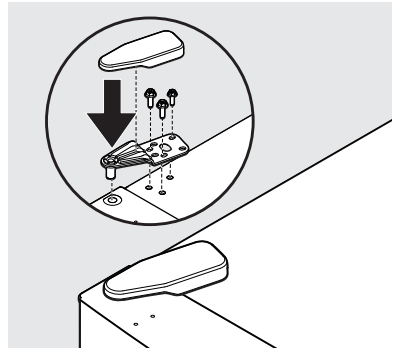

Figure 9
- À l'aide d'un tournevis Phillips™ ou d'une clé de 5/16 po, fixez la charnière du haut avec les trois vis de 5/16 po. Remettez en place le couvercle de la charnière du haut (figure 9).